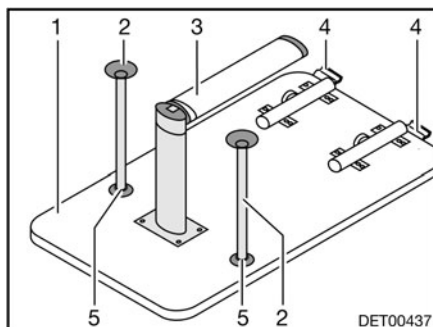
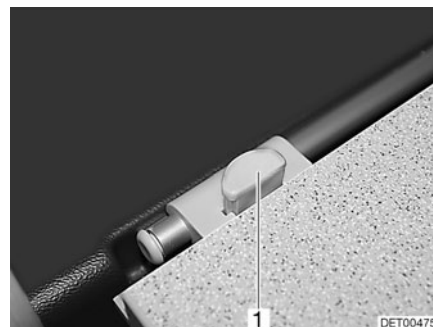

Fig. 75 Base de cama
Fig. 76 Bloqueo
- Levantar 45° aprox. el tablero de mesa (Fig. 75,1) por delante.
- Abatir la parte inferior de la pata de apoyo articulada (Fig. 75,3) 90°. Para ello, según el modelo, tirar la parte inferior de la pata de apoyo articulada hacia abajo o presionar el botón de desbloqueo.
- En el bloqueo (Fig. 75,4) pulsar el botón de desbloqueo (Fig. 76,1).
- Según el modelo, encajar los dos pies de apoyo adicionales (Fig. 75,2) en los alojamientos (Fig. 75,5) en el lado inferior del tablero de la mesa.